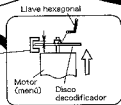
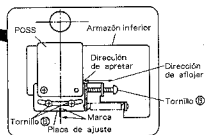

Fig. 7-2
Fig. 7-3
- (1) Ajuste la separación entre el disco decodificador y el interruptor fotoeléctrico del motor (menú) a  $1.7_{\pm 0.05}^{\pm 0.05}$  mm. (Fig. 7-2)
- (2) Fije el tornillo del disco decodificador apretándolo con una llave hexagonal.
- (3) Gire el tornillo  $\text{B}$  de forma que la marca grabada en la placa de ajuste quede alineada con el armazón inferior. Después apriete temporalmente el tornillo  $\text{A}$ .
- (4) Presione la tecla ROTATE MENU del panel frontal de la unidad principal para que el menú gire. Después realice los ajustes siguientes dependiendo de la condición. (Fig. 7-3)